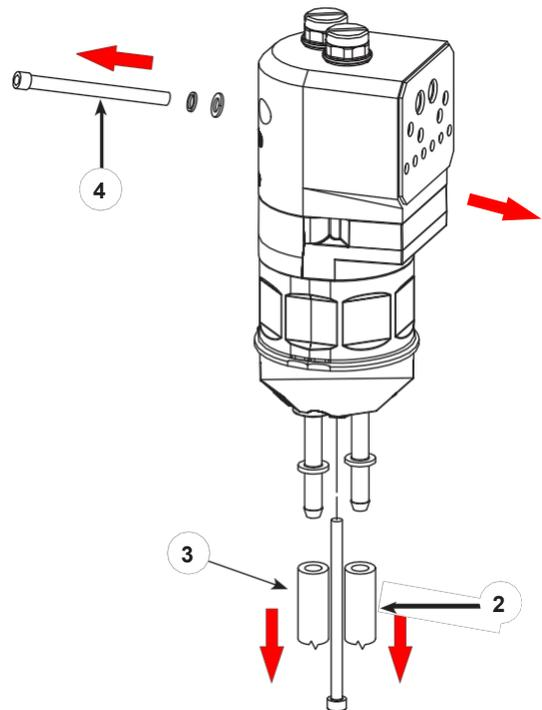
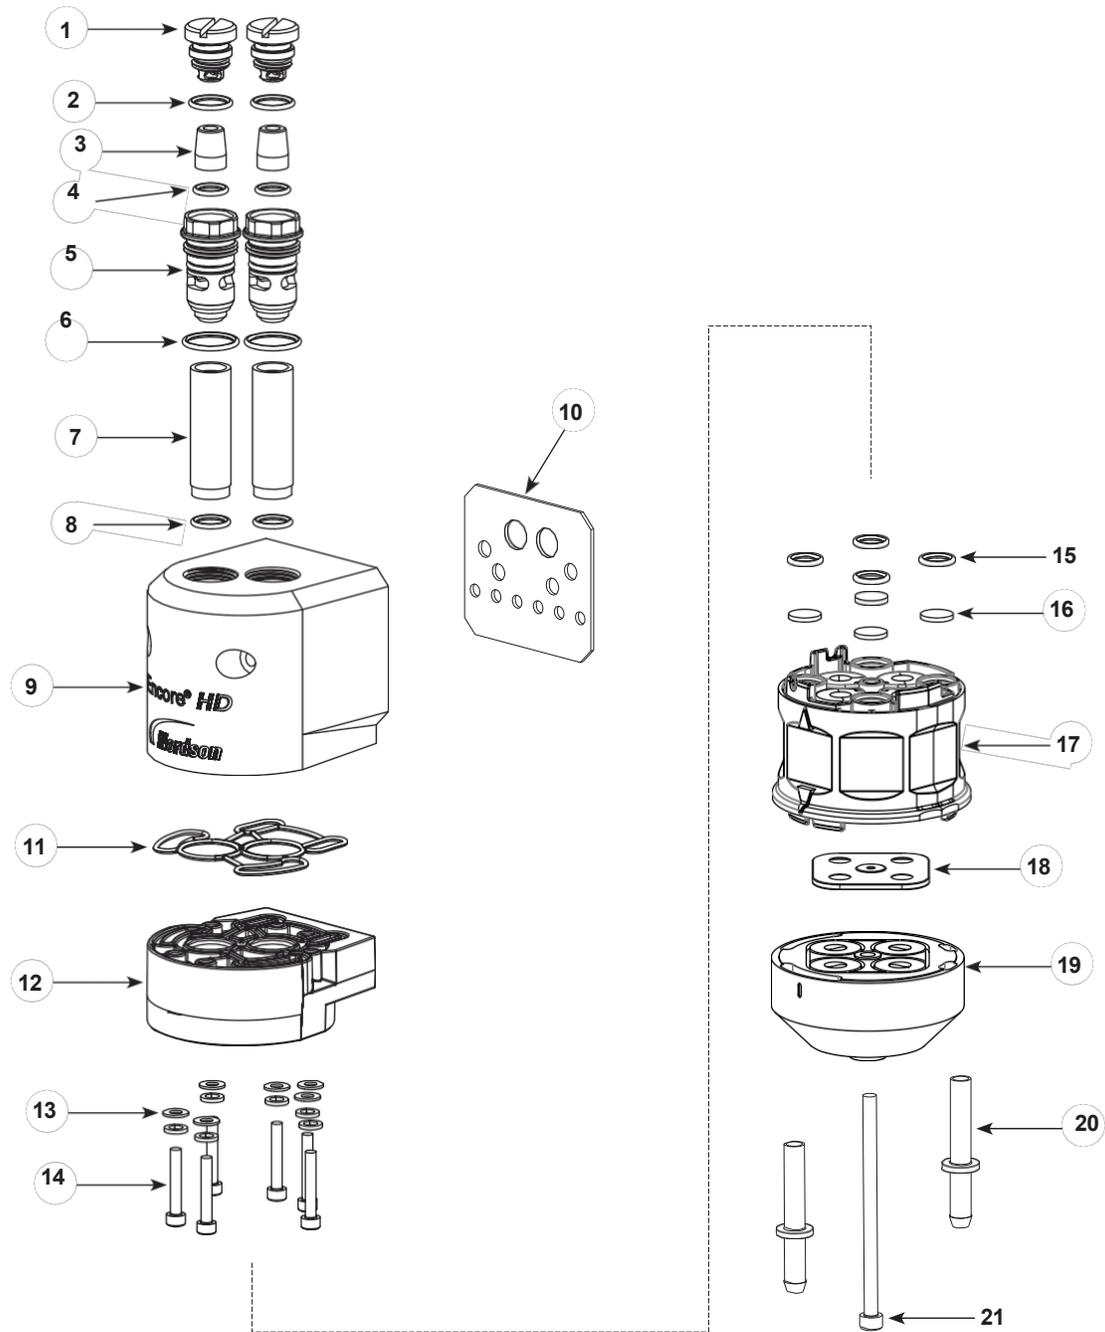

Figura 20 Preparación del desmontaje de la bomba estándar
Figura 21 Desmontaje de la bomba (se muestra Encore HD)
**NOTA:** Cada vez que se desmonte la bomba, debe sustituirse la junta del bloque en Y (elemento 19 de la figura 20).
2. Véase la figura 20. Desconecte los tubos de polvo de entrada (2) y salida (3) de la parte inferior de la bomba.
3. Retire la tornillería de montaje del armario que sujeta la bomba al panel de la bomba (4) y traslade la bomba a una superficie de trabajo limpia.
4. Véase la figura 21. Empezando por los tubos de fluidización, desmonte la bomba como se muestra. No es necesario retirar las juntas que están pegadas, a menos que estén dañadas. Consulte *Sustitución de la junta de la bomba* en la sección *Reparación* si es necesario sustituirla.